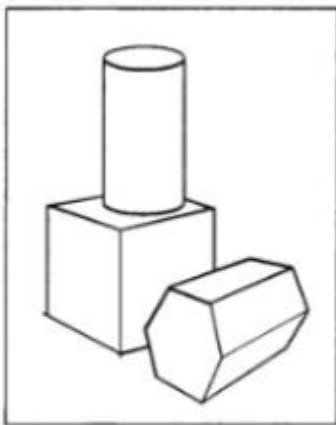

Рис. 1.20. Линейное изображение группы геометрических тел
7. Скопируйте рисунок 1.20 и прорисуйте невидимые ребра и поверхности геометрических тел.